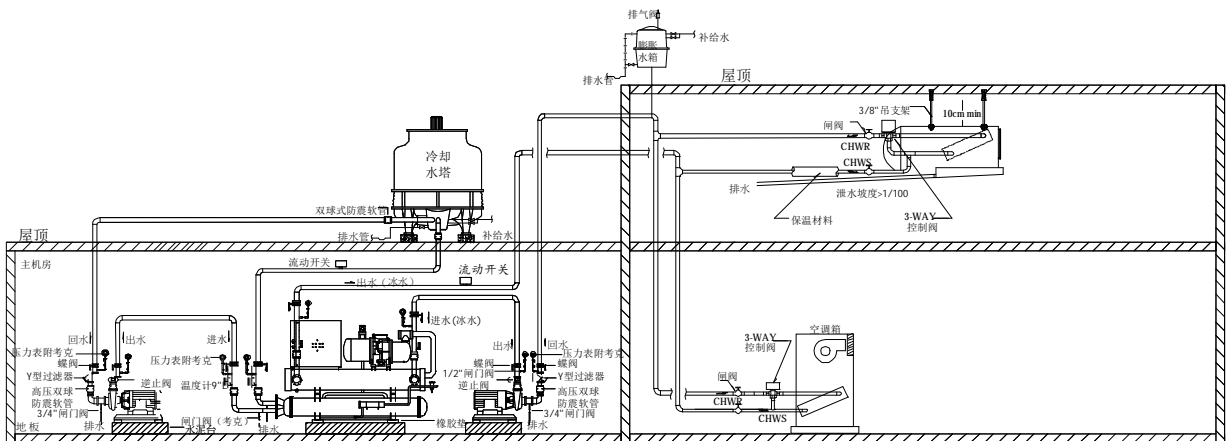

图 3-2: 水冷式冷水机组工程系统管路配管示参考图
- 13) 水冷式冷水机组配管参考图如下，请参考图 3-2。